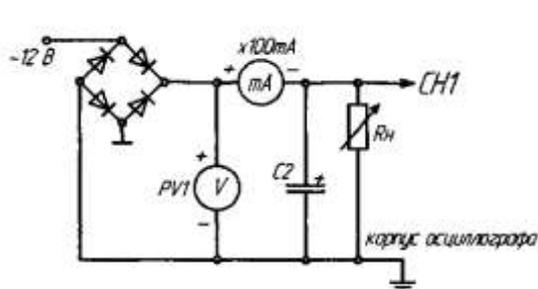

Рис. 1
1) Собрать схему по рис. 1. Установить заданное значение сопротивления нагрузки  $R_d$ . В качестве вольтметра использовать мультиметр PV в режиме измерения **постоянного напряжения**. Подключить входы осциллографа. Переключатель развертки осциллографа перевести на временную развертку. Установить синхронизацию от сети. На экране осциллографа наблюдать осциллограмму выпрямленного напряжения  $U_d$ ,